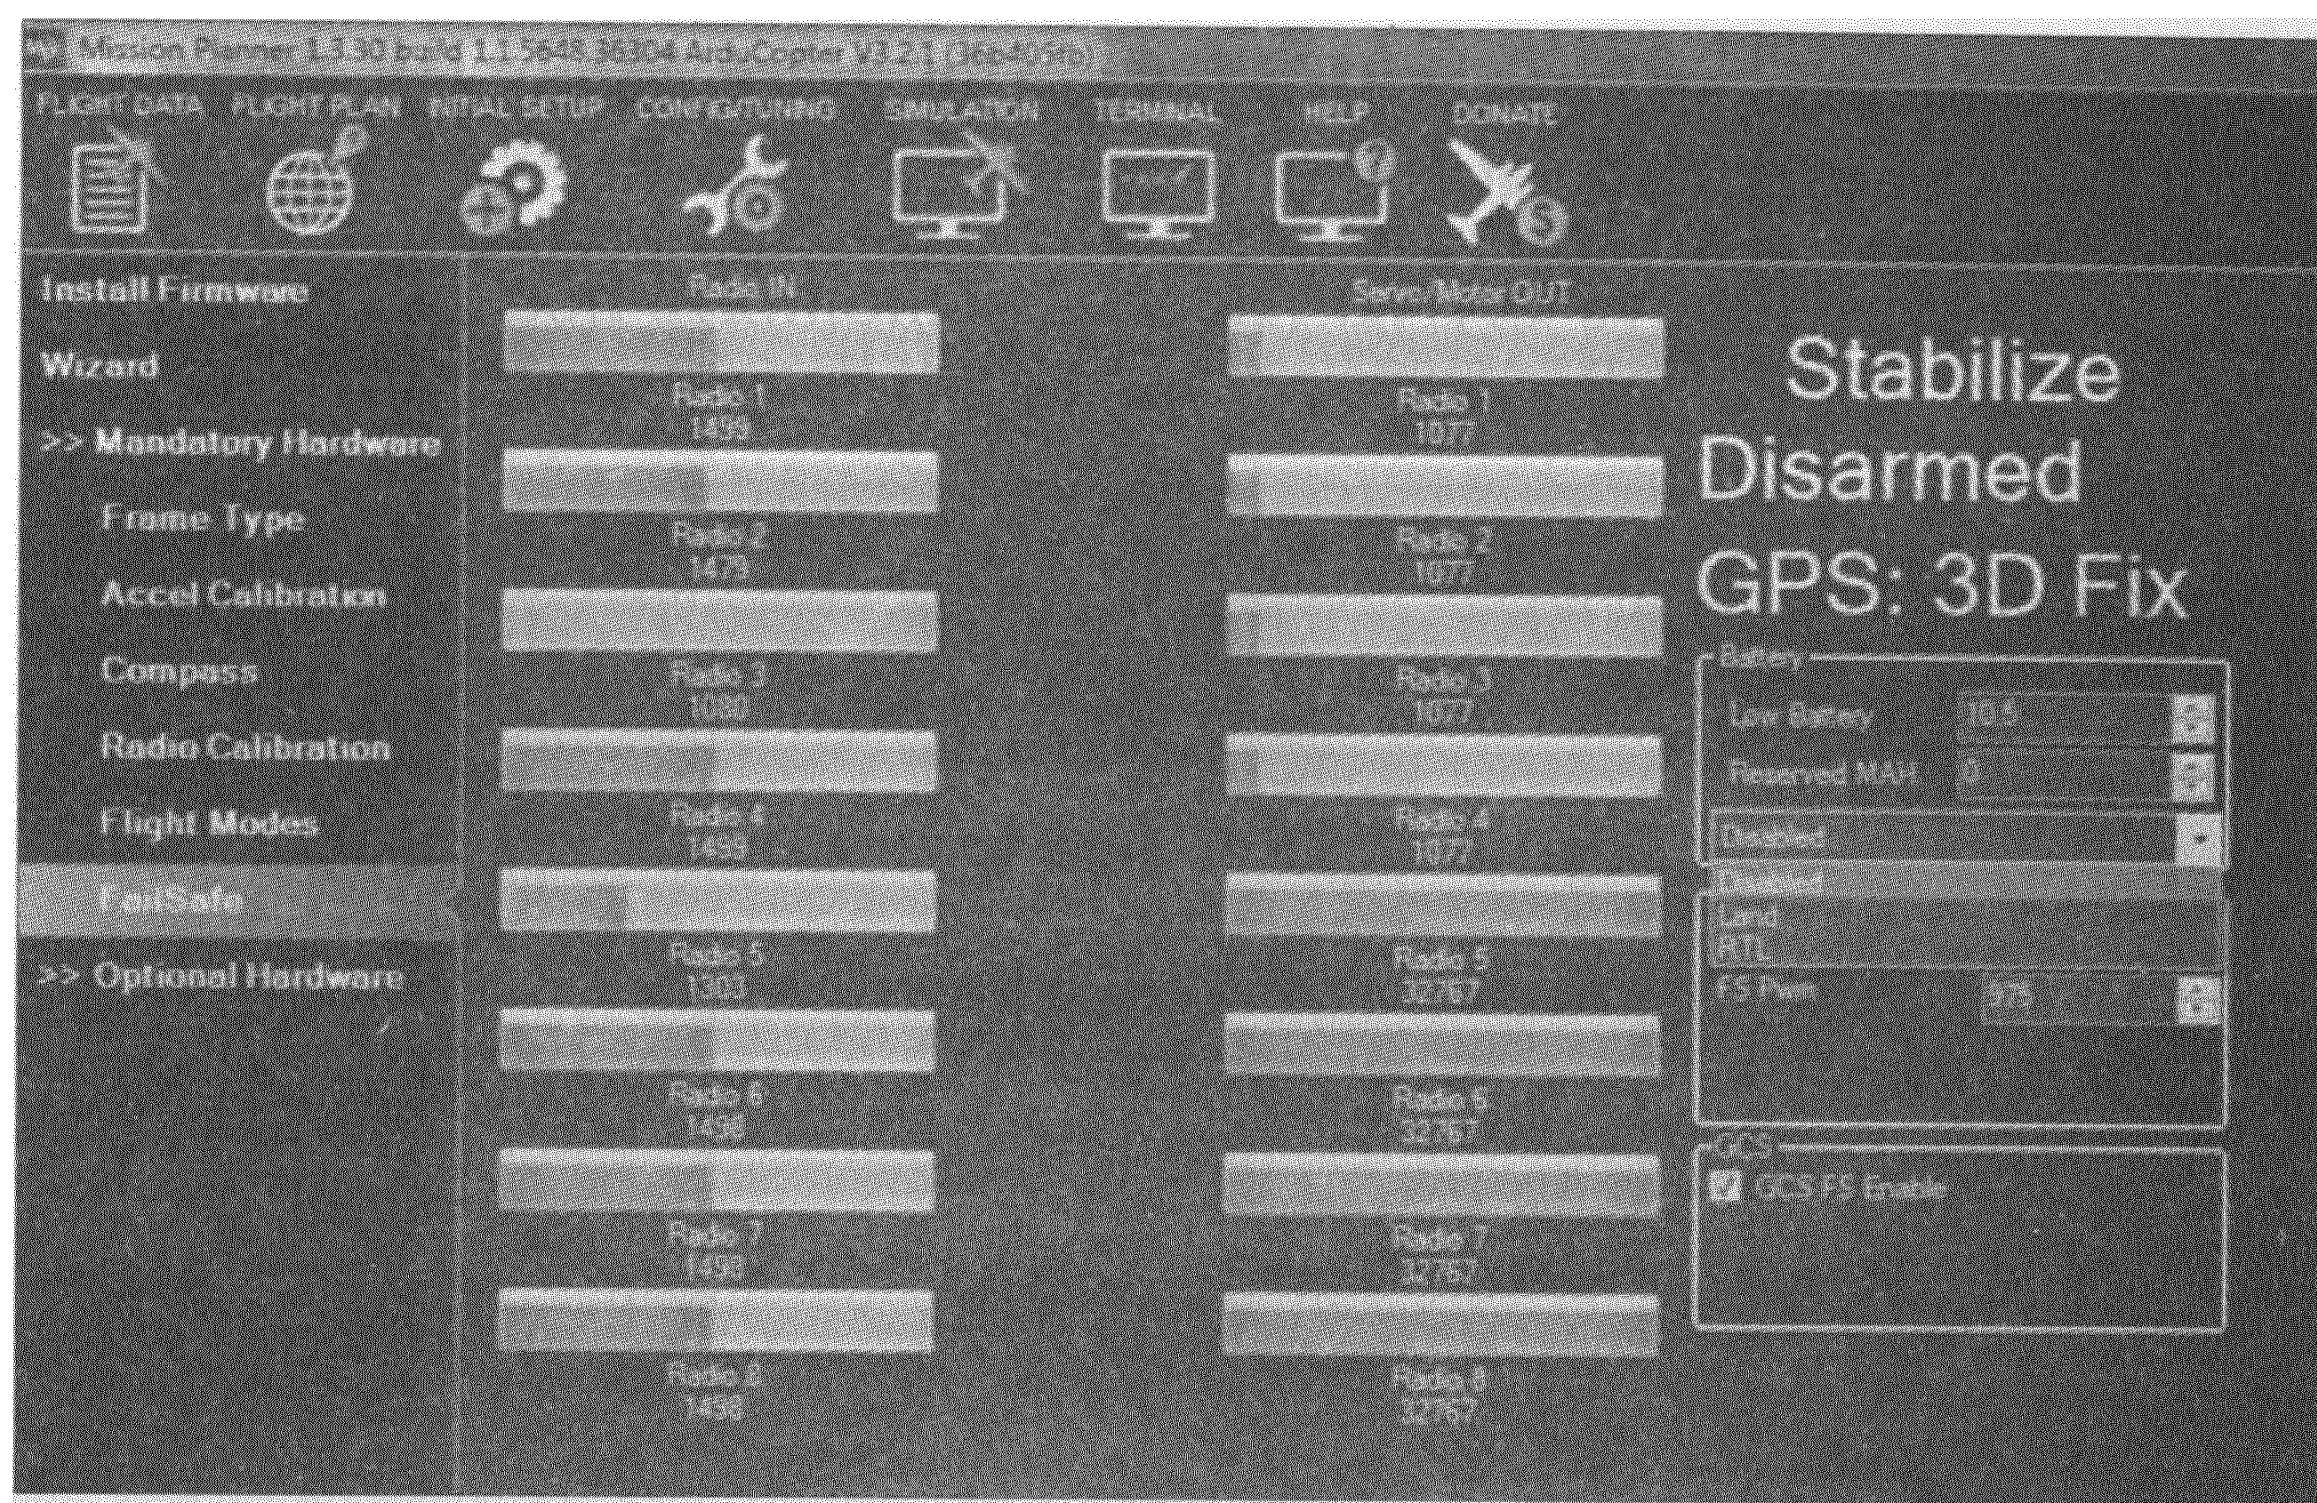

Рис. 9.17. Опции настроек защиты от отказа батареи
2. Теперь надо настроить действие, выполняемое по событию **Battery FailSafe** (Защита от отказа батареи). Мы сделаем это, выбрав один из пунктов ниспадающего меню в группе **Battery** (рис. 9.17).